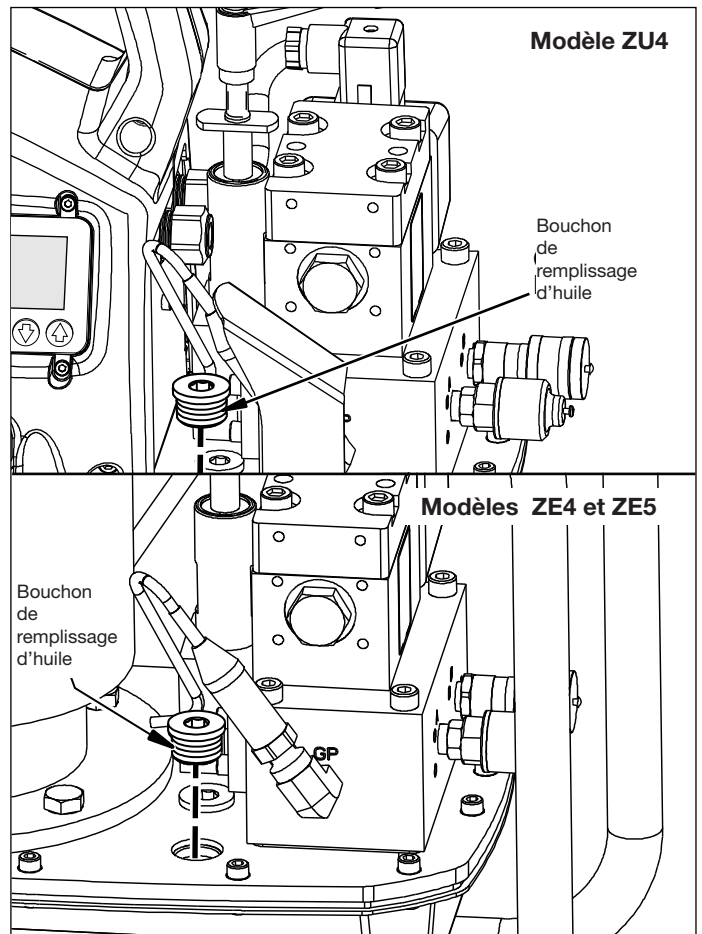
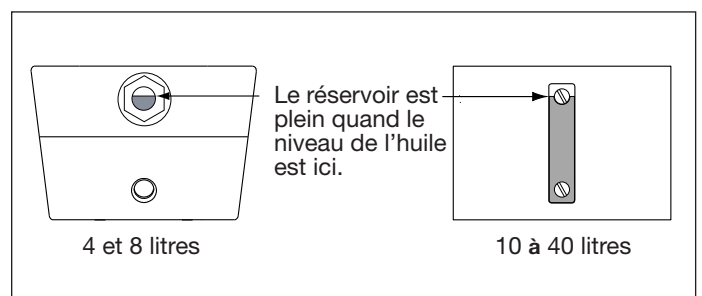

Figure 3, Bouchon de remplissage d'huile
Figure 4, Verre d'inspection du réservoir d'huile
4.3 Niveau d'huile (voir Figures 3 et 4)
Vérifier le niveau d'huile de la pompe avant sa mise en route. Le réservoir est plein quand le niveau d'huile est comme illustré sur la Figure 4. Enlever le bouchon de remplissage d'huile du capot (voir Figure 3) et ajouter de l'huile au besoin.